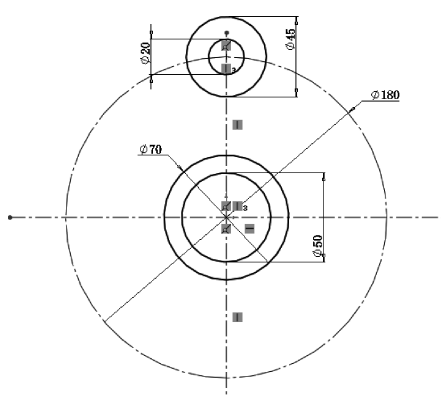

图 11-7 标注尺寸
6) 单击工具栏中的 (智能尺寸) 按钮，选择要标注尺寸的圆，将指针移到放置尺寸的位置，然后单击来添加尺寸，在修改框中键入 45 和 20，再单击修改框中的 按钮，接着单击图形区域，如图 11-7 所示。